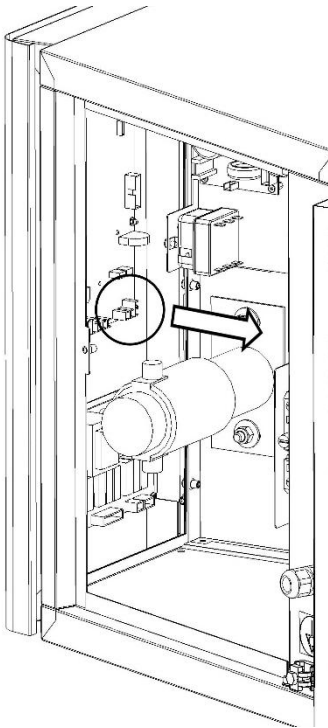

Fig.10A
3. Scollegare le connessioni elettriche alla scheda base (Fig.10A).